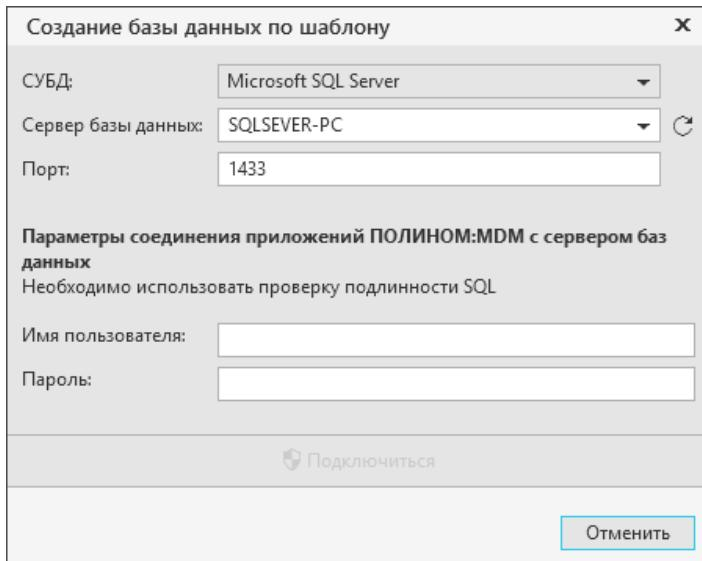

Рис. 4.39
2. Выберите СУБД для хранилища (рис. 4.39).